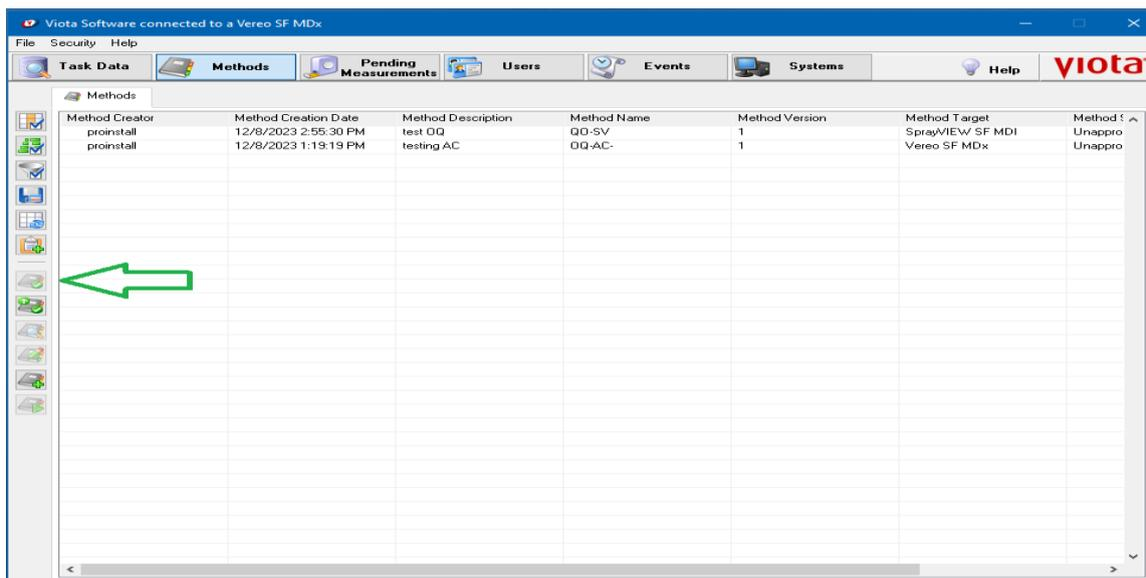

Figura 84. Botão *Update Method Status*.
a) Observe que o botão *Update Method Status* permite definir o status do método como não aprovado, aprovado ou desativado, conforme definido na Tabela 7 abaixo. Todos os métodos são criados com um status padrão de não aprovado. A coluna de status do método na Tabela *Methods* indica o status dele. Os métodos aprovados são marcados com uma “marca de seleção de coloração verde” na Tabela Métodos, para que possa distingui-lo facilmente dos métodos não aprovados ou obsoletos, conforme Figura 84.